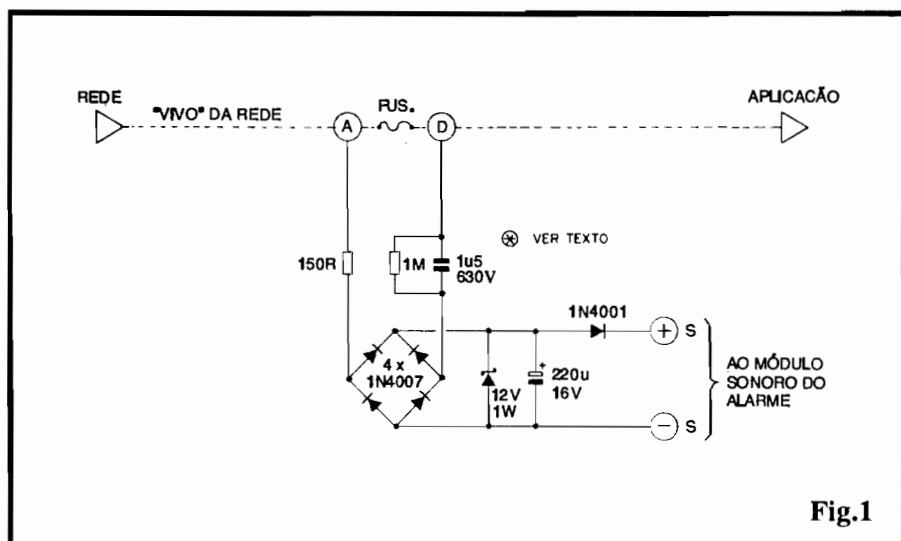

Fig.1
- FIG. 1 - DIAGRAMA ESQUEMÁTICO DO CIRCUITO (MÓDULO "A")
Um ponto importante a ser considerado: o capacitor de 1u5 x 630V, marcado com um asterisco no diagrama da FIG. 1, teve seus parâmetros determinados para funcionamento sob rede de 220V, Tensão bastante comum nas linhas industriais de energia... Nada impede, contudo, que os conjuntos do APFD sejam adaptados facilmente para outras Tensões de rede, desde que (e apenas **essa modificação será necessária...**) o referido capacitor tenha seu valor alterado por um fator **inversamente proporcional**... Explicando: se a Tensão da rede for de 110V (metade dos 220V nominais...), o capacitor deverá ter o dobro do valor (3u3 é um parâmetro comercial suficientemente próximo...). Já se a energia vier sob 440V (dobro dos 220V nominais...), então o dito capacitor deverá ter metade do valor original (680n ou 820n, já que os parâmetros não são muito rígidos...). Já quanto à Tensão de trabalho do capacitor, deverá ser, por razões de segurança, de pelo menos o **dobro** da Tensão nominal da rede local... Isso quer dizer que, em rede de 110V, uma "voltagem" de trabalho de 250 ou 400V é recomendada; sob 220V, deve ser usado um capacitor para 400 ou 630V; em linha de 440V, a Tensão de trabalho deverá ser de 1 KV, e assim por diante...